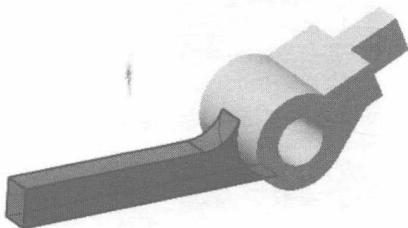
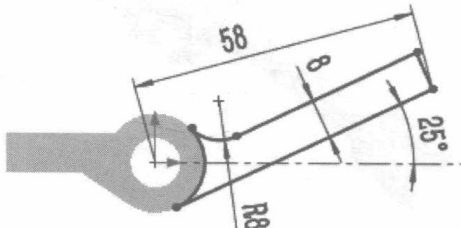

图 1.7 凸台-拉伸 2
图 1.8 横断面草图
Step4. 创建图 1.7 所示的零件特征——凸台-拉伸 2。选择下拉菜单 **插入(I) → 凸台/基体(B) → 拉伸(E)...** 命令 (或单击  按钮)；选取前视基准面为草图基准面；在草图绘制环境中绘制图 1.8 所示的横断面草图；在“凸台-拉伸”对话框 **方向1** 区域的下拉列表中选择 **两侧对称** 选项，输入深度值 6.0；单击  按钮，完成凸台-拉伸 2 的创建。